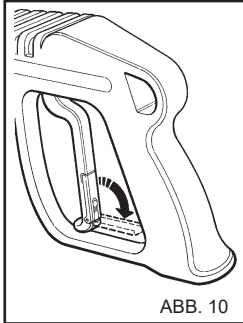

ABB. 10
- Wenn das Gerät nicht benutzt wird, muss die Sicherheitsvorrichtung am Griff geschlossen werden. (Abb. 10)